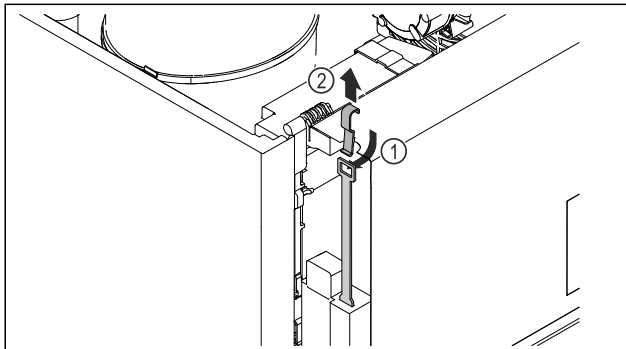

Fig. 211
- ▶ Iš viršaus įstumkite avarinio atrakinimo raktą Fig. 211 (1), užkabinkite už užrakto ir traukite į viršų Fig. 211 (2).